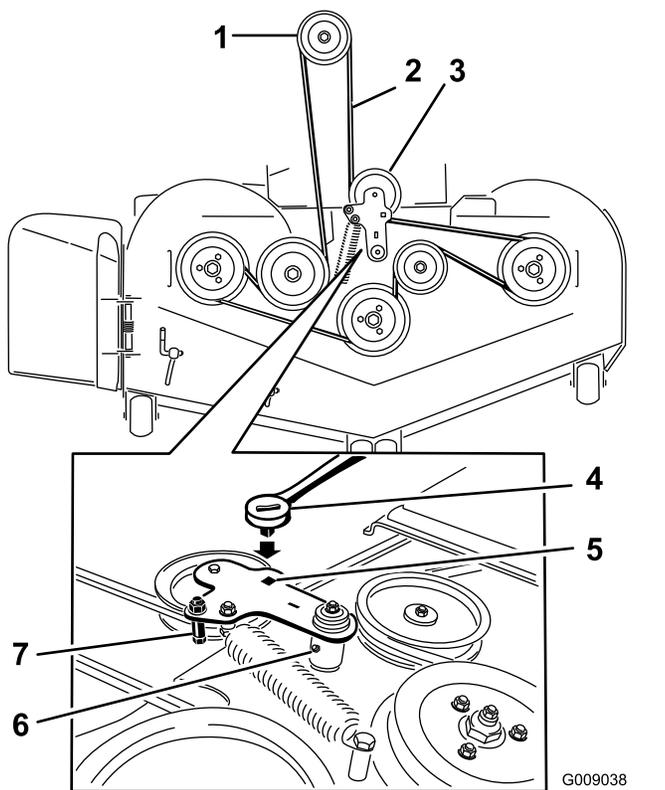

Figure 93
5. Insérez un rochet dans le trou carré du bras de tension pour détendre le ressort de la poulie de tension (Figure 93).
7. Enlevez le guide-courroie situé sur le bras de la poulie de tension rappelé par ressort (Figure 93).
9. Acheminez la courroie neuve autour des poulies du tablier de coupe et de la poulie d'embrayage, sous le moteur (Figure 93).
10. Montez le guide-courroie sur le bras de la poulie tension (Figure 93).
11. Insérez le rochet dans le trou carré et montez le ressort de la poulie de tension (Figure 93).